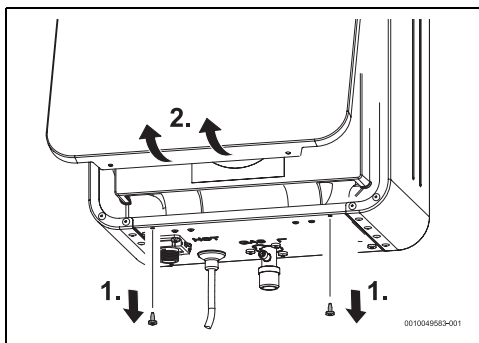

Fig. 26 Démontage de l'habillage avant
- ▶ Retirer le cache de l'appareil (fig. 26, page 23).